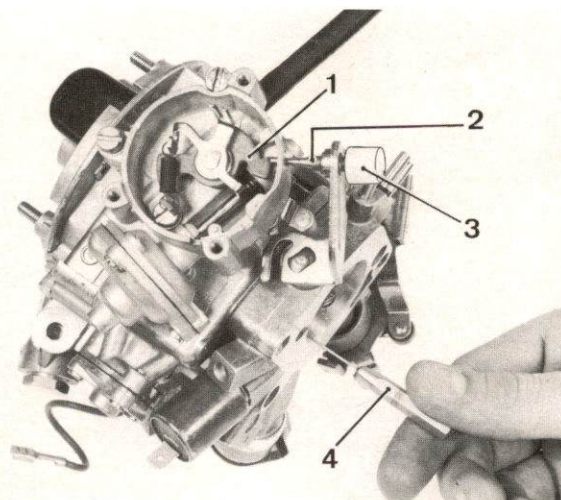

Abb. 35
1) Einstellung Schnelleerlauf (Abb. 35)